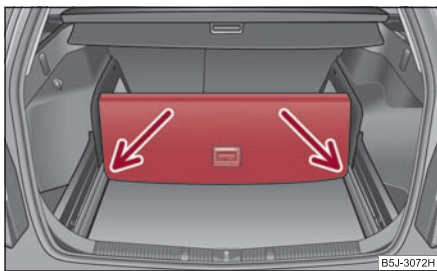

Fig. 86 Compartimentarea portbagajului
- Ridicați partea podelei cu mânerul și asigurați-o prin introducerea în fixaje ⇒ fig. 86. ■